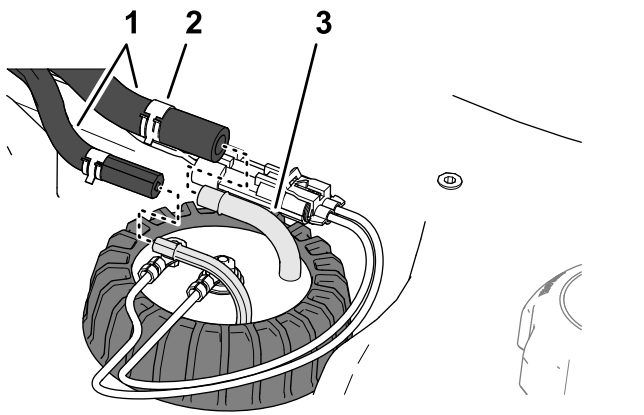

Figura 91
- 5. Conecte la manguera a los acoplamiento del sensor de combustible, y sujete las mangueras a los acoplamiento con las abrazaderas (Figura 91).